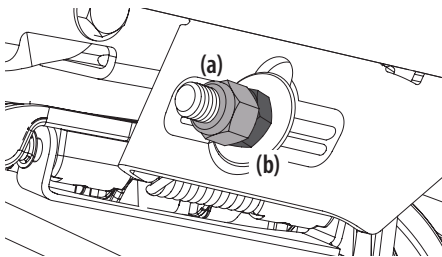

Figura 38
5. Para elevar el frente de la plataforma, extraiga la tapa de extremo, afloje la contratuercas exterior (a) y apriete (rosca hacia adentro) la tuerca interior (b) contra la ménsula de suspensión delantera. Consulte la Figura 38. Una vez alcanzado el ajuste adecuado, vuelva a ajustar la contratuercas exterior (a) y vuelva a colocar la tapa de extremo.
6. Para bajar el frente de la plataforma, extraiga la tapa de extremo, afloje la contratuercas exterior (a) y afloje (rosca hacia afuera) la tuerca interior (b) alejándola de la ménsula de suspensión delantera. Consulte la Figura 38. Cuando se logre el ajuste correcto, vuelva a apretar la contratuercas externa (a) hasta 57 pies-libras (77.28 N-m) y vuelva a colocar la tapa de extremo.